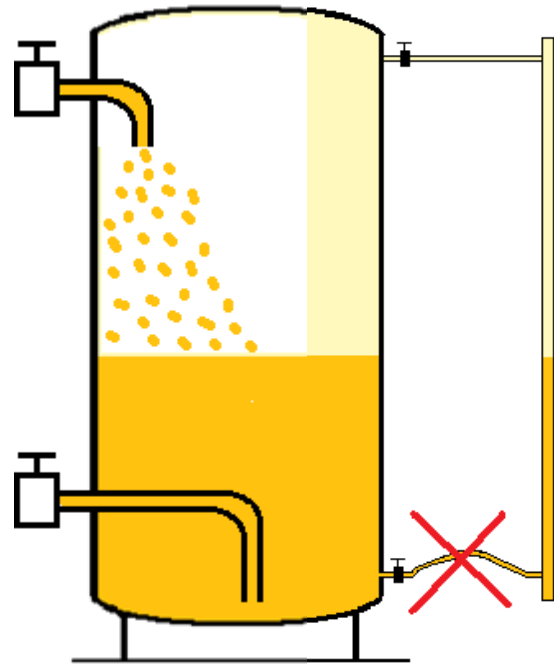
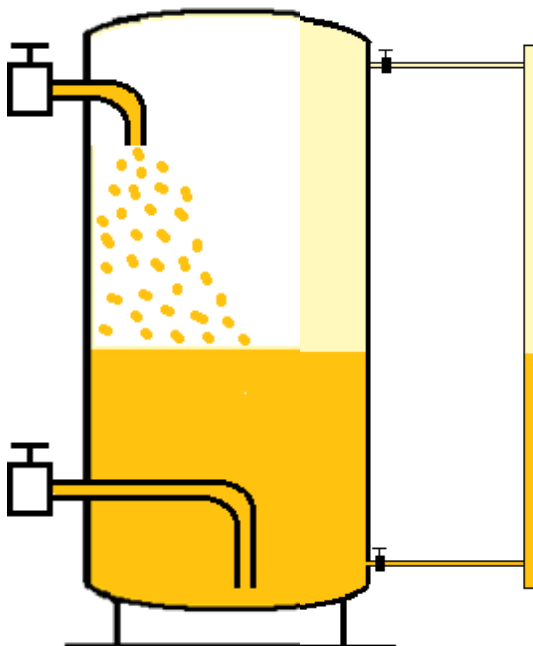

Figure 3
Figure 4
- Flexibles de niveau (Fig. 4) ou incurvés vers le bas (Fig.3)